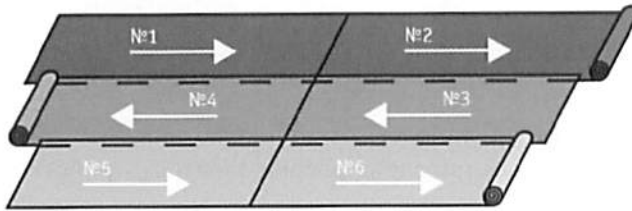

Рисунок 1
7.4 Для вагонов, размеры которого требуют укладки двух и более полотен ПВХ линолеума «DEPOT» рекомендуется применять схему укладки полотна, см. рис. 1.